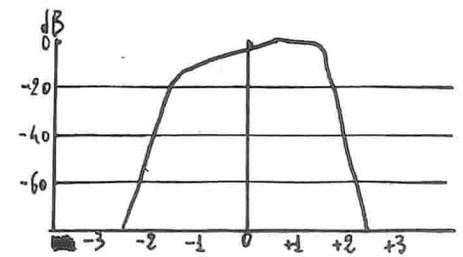

fig. 3
- Fig.3 - ARMATURA FONDAZIONE -
zione, quanto la lunghezza della sbarretta sarà in un certo rapporto di lunghezza fisica rispetto ad una determinata frequenza. Il fenomeno può essere sfruttato per la realizzazione di filtri con banda passante molto stretta ed essendo il fattore di merito meccanico del Nichel elevatissimo, basta allontanarsi di pochi Hz dalla frequenza di risonanza per registrare attenuazioni notevolissime. In pratica però si hanno dispersioni prodotte dalle correnti che circolano nel metallo e quindi il «Q» del Nichel a livello elettrico risulta molto inferiore del «Q» meccanico. Allora si è pensato di utilizzare le ferriti che corrispondono solitamente alla formula generale di tipo MO; Fe₂O₃, cioè un ossido di un elemento combinato con sesquiossido di ferro; ove l'elemento può essere Rame, Nichel, Cobalto, Ferro, Zinco, Magnesio o Manganese, da soli od in combinazione. Perciò i filtri meccanici sono strettamente imparentati con i filtri ceramici. Le due realizzazioni, infatti, sono scientificamente parallele anche se i primi filtri meccanici sono stati applicati verso il 1930. Essi hanno una alta resistività elettrica e quindi le correnti parassite dei nuclei sono trascurabili. I filtri meccanici sono costituiti nel loro insieme da bobine risonanti sulla frequenza di lavoro e da elementi di accoppiamento con risonatori ottenuti mediante cilindretti o sbarrette di ferrite di determinate dimensioni fisiche. In Fig. 3 vi pubblico il grafico del filtro meccanico Collins, il cui costo ritengo che si aggiri attualmente, posso sbagliare, sulle ottanta, centomila lire. Come potete vedere la ripidità dei fianchi del filtro è tale che tende all'ideale non raggiungibile di fianchi verticali. Ora voglio fare ammenda ad un errore commesso in un mio precedente articolo di BREAK!, cioè le frequenze dei Beacons in dieci metri. Infatti quelle informazioni che vi avevo fornito le avevo tratte da notizie comunicate da un OM ad un altro OM ascoltando un loro QSO proprio in dieci metri. Ora mi è capitato tra le mani una lista commentata in francese da F8SH (responsabile francese dei beacons in dieci metri) che vi traduco, adattandolo, volentieri perché più che parlare questo OM comunica le frequenze aggiornate di tutti i beacons. Attualmente con i beacons (balises in francese) si effettuano due tipi di ricerca: studi sulla propagazione in dieci metri via E sporadico, studio della propagazione via strato F. Sono i due tipi di propagazione a cavallo tra HF e VHF, infatti i dieci metri tendono a comportarsi ora in un modo, ora nell'altro; perciò la possibilità di ricezione dei beacons, anche dei più lontani, esiste sempre. Generalmente trasmettono la loro sigla di identificazione ogni tot secondi ed il resto del tempo una portante non modulata. Per ogni beacons vi dò in ordine di successione sigla, frequenza, nazione da cui trasmette: 0A4VHF - 28.185 (Perù) 9J2BBB - 28.202.5 (Zambia) DLØ-GI-28.205 (Germania W.)